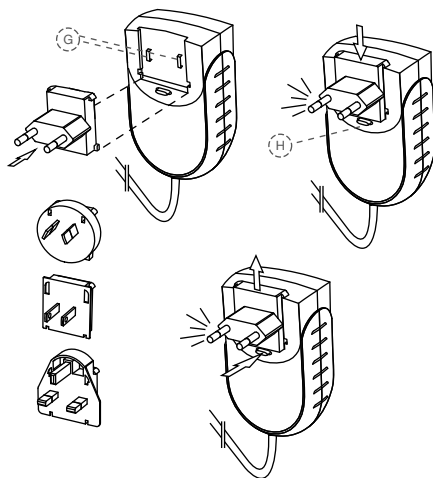

Рис. 4 Блок питания и адаптер
1. Выберите вилку, соответствующую сети электропитания (см Рис. 4).
2. Установите выбранную вилку на два контакта (Рис. 4, G), находящиеся на блоке питания, и переместите ее к затвору (Рис. 4, H) до щелчка. Для замены вилки нажмите на кнопку затвора.